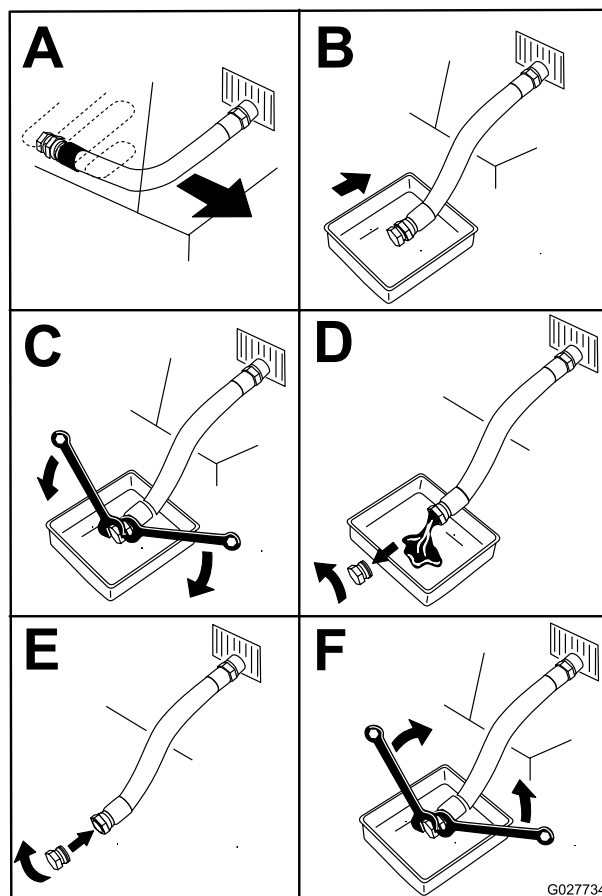

Figura 52
5. Drene el aceite del motor (Figura 52).